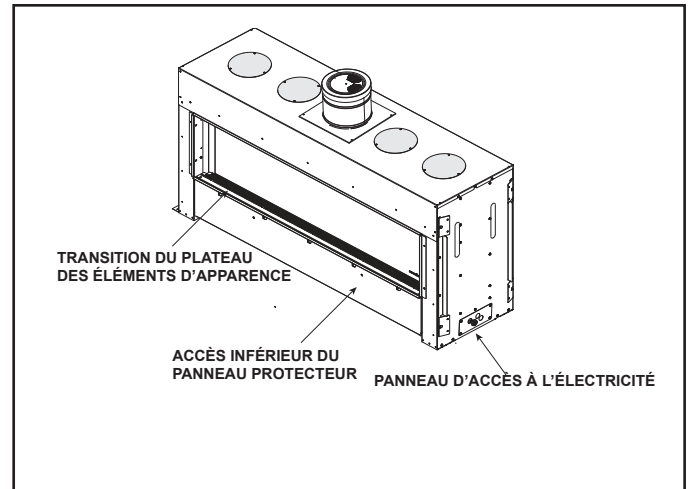

Figure 8.5. Boîte de jonction/Accès au service contrôle
**REMARQUE IMPORTANTE :** Le panneau protecteur de l'accès inférieur est amovible si les matériaux de finition ne sont pas installés. Voir la figure 8.5. Si les matériaux de finition sont installés, soulevez le plateau de transition des éléments d'apparence d'apparence hors du support du cadre de la vitre afin d'accéder à la cavité de la vanne.